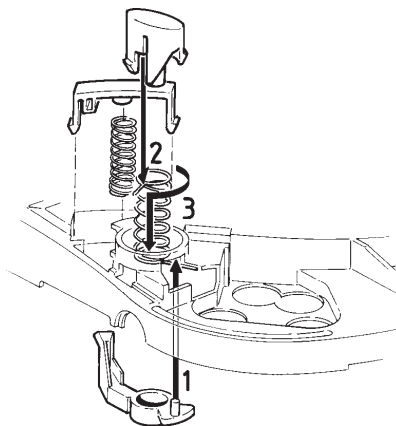
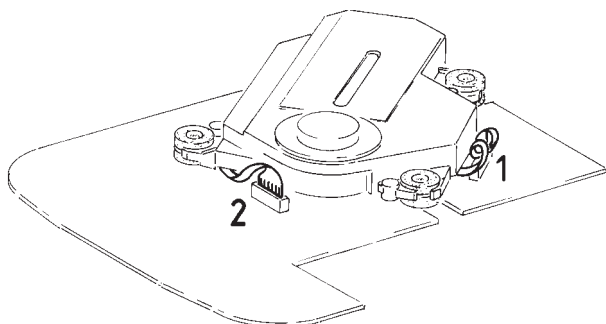

Fig. 4
Fig. 5
4. Auswurfaste und -hebel ("OPEN") ausbauen (Fig. 4)
5. Auswurfaste und -hebel ("OPEN") einbauen (Fig. 4)
- Den Auswurfhebel einrasten (1).
- Die Auswurf Feder so einsetzen, daß die lange Nase in der Aussparung des Gehäuses liegt (3).
- Die Auswurfaste auf die Feder aufsetzen, so daß die kurze Nase der Feder in den Schlitz der Taste eingreift (2).
4. Removing the Ejectbutton and Ejectlever ("OPEN") (Fig. 4)
5. Reassembling the Ejectbutton and Ejectlever ("OPEN") (Fig. 4)
- Snap in eject lever (1).
- Place eject spring into cabinet; long leg positioned into hole of cabinet (3).
- Put eject button onto spring; short leg positioned into slot (2).
6. Verlegen der Flexprintleitungen (Fig. 5)
6. Laying of the Flexprint Cables (Fig. 5)